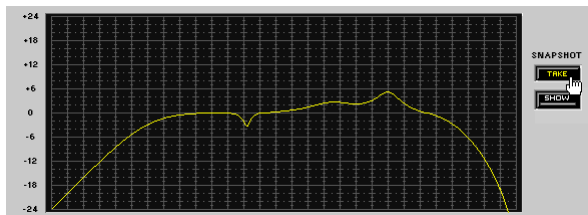

ABBILDUNG 5-2: Erstellen einer Momentaufnahme
1. Auf die Schaltfläche [TAKE] (Aufnehmen) klicken (siehe Abb. 5-2). Dadurch wird die Frequenzgang-Kennlinie oder Übertragungs-Kennlinie aufgenommen.